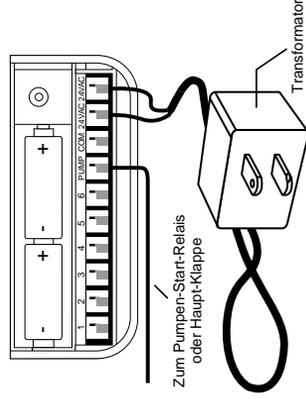

Abb. 20: Anschluß des Pumpenrelaisers und des Hauptventils am Transformator
- Schließen Sie den Transformator an [siehe Abbildung 20].